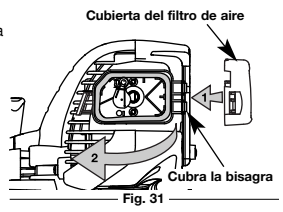

Fig. 31
7. Vuelva a instalar la cubierta del filtro de aire. Coloque los ganchos del lado derecha de la cubierta del filtro de aire en las ranuras del lado derecha de la placa posterior (Fig. 31, No. 1).
8. Mueva la cubierta hacia la izquierda derecha hasta que la orejeta del filtro de aire calce en su lugar en la ranura de la placa posterior (Fig. 31, No. 2).